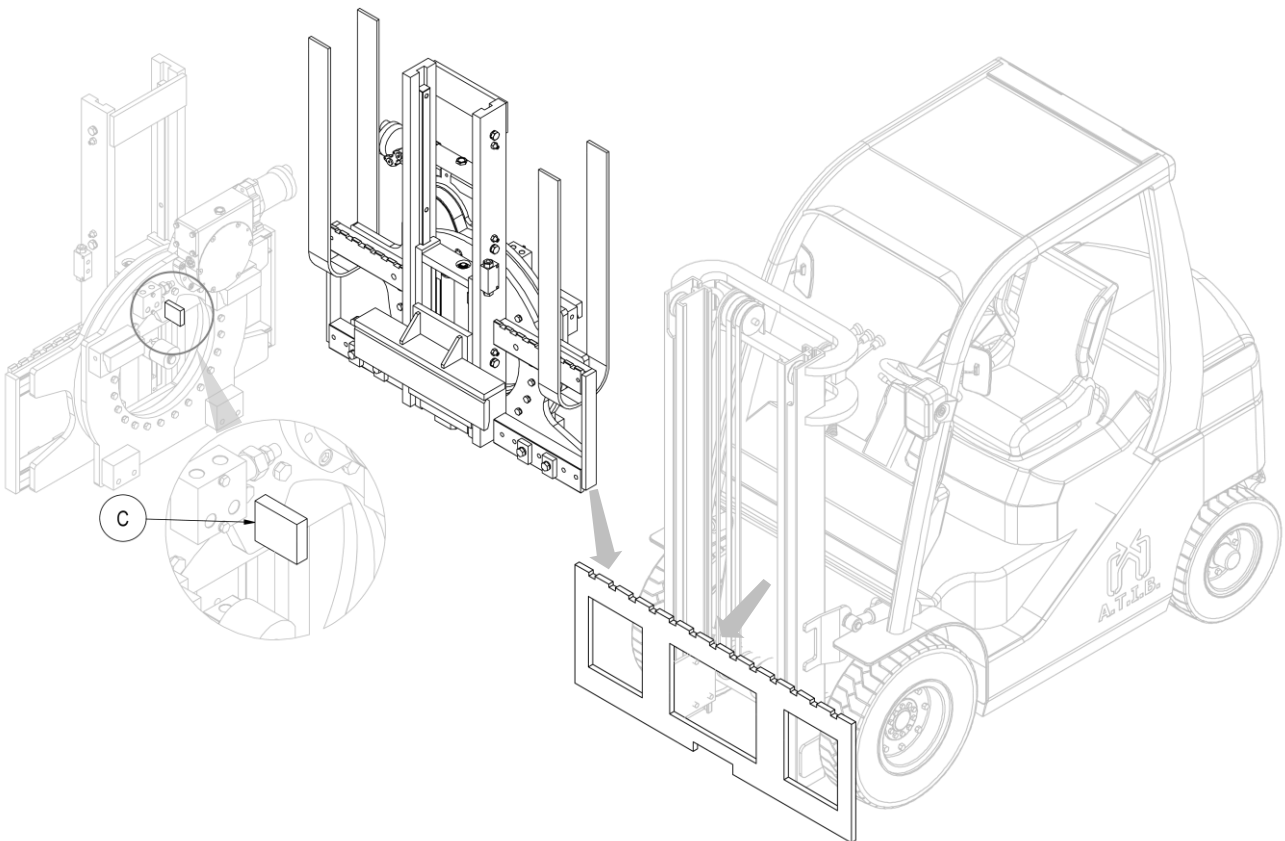

Figure 3
6. À l'aide d'un pont roulant ou d'un palan de capacité suffisante, positionner l'équipement sur le tablier porte-fourche, en prenant soin d'insérer la dent de centrage **C** dans l'encoche centrale de ce dernier (voir *Figure 3*).